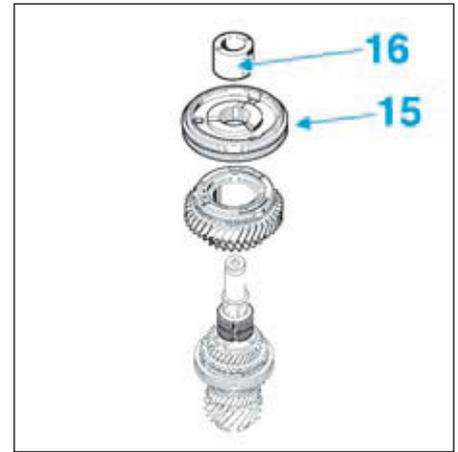

FIG.33
- Poser le moyeu baladeur de 1°/2° (15) à l'aide d'un mandrin de diamètre approprié (indice "N") (épaulement long du moyeu côté pignon de 2°) (Fig.33).
- Reposer la bague sous pignon fou de première (16) à l'aide d'un mandrin de diamètre approprié (indice "N") et appliquer une pression de 5 tonnes avec la presse d'atelier.